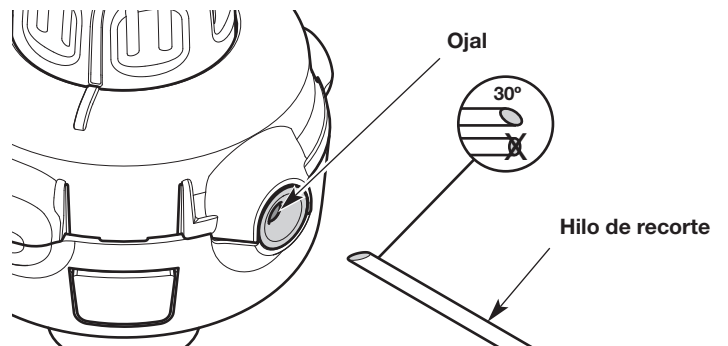

Fig. 27
- Corte dos largos de 10 pies (3.0 m) de hilo de recorte nuevo. Corte un extremo de cada hilo en un ángulo de 30° (Fig. 27).
- Enhebre uno de los hilos por uno de los ojales del cabezal de corte (Fig. 27). Utilice el extremo angulado y empuje el hilo para que entre unas 3 pulgadas (7.5 cm). Repita este proceso con el otro hilo y el ojal restante.